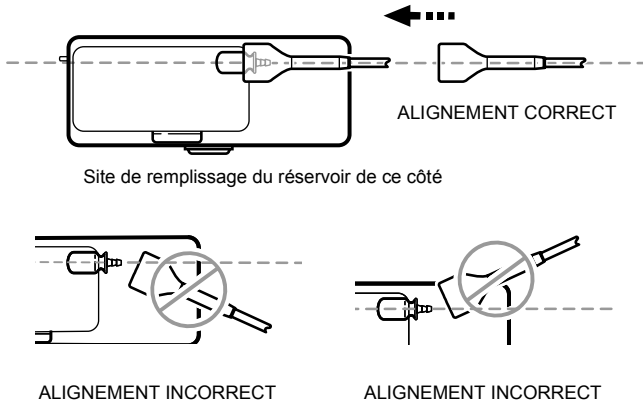
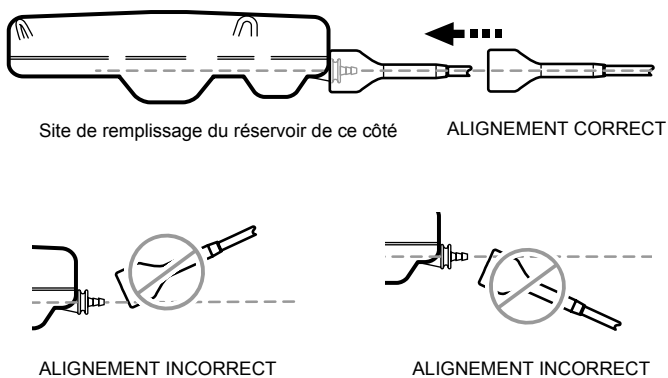

Figure 16. Fixation du connecteur de pompe sans suture à la pompe SynchroMed EL (vue latérale).
Figure 18. Fixation du connecteur de pompe sans suture à la pompe IsoMed (vue latérale).
2. Positionner le port du cathéter de la pompe dans l'alignement de l'ouverture du connecteur de pompe sans suture au niveau du site de la poche de la pompe (voir les figures 14 et 15 pour la pompe SynchroMed II, les figures 16 et 17 pour la pompe SynchroMed EL et les figures 18 et 19 pour la pompe IsoMed).
- Fixer le connecteur de pompe sans suture selon l'une des deux méthodes (voir les figures 14 et 15 pour la pompe SynchroMed II, les figures 16 et 17 pour la pompe SynchroMed EL et les figures 18 et 19 pour la pompe IsoMed) :